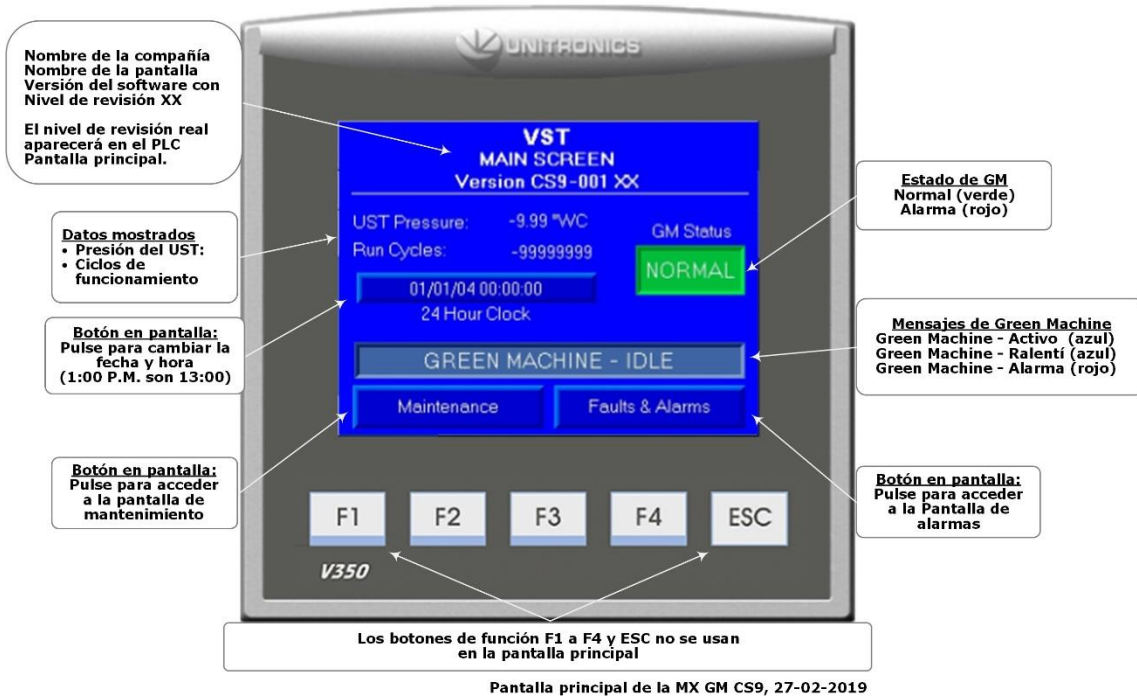

Figura 10-1: Pantalla principal
1. Desde la pantalla principal (**Vea la figura 10-1**), presione el botón "Maintenance" (mantenimiento) en la pantalla del PLC.